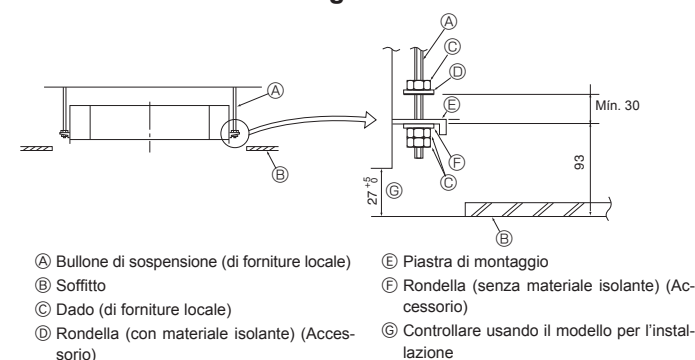

Fig. 4-5
4.5. Procedure per sospendere l'unità (Fig. 4-5)